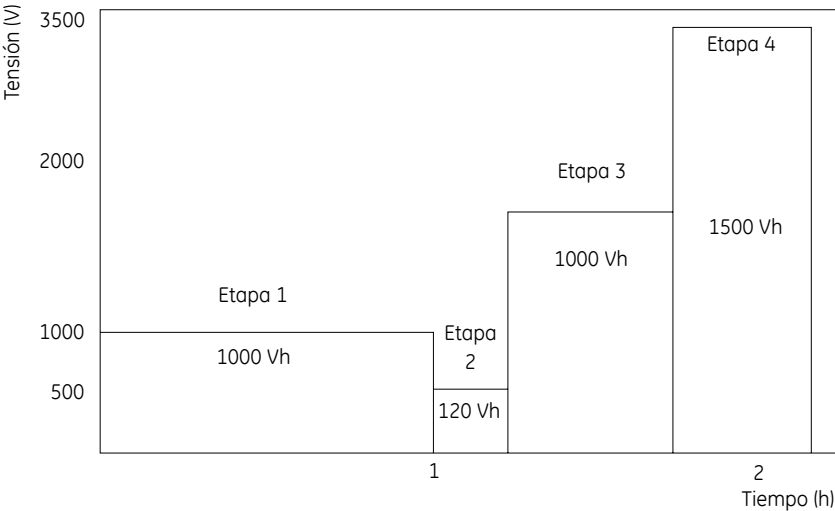
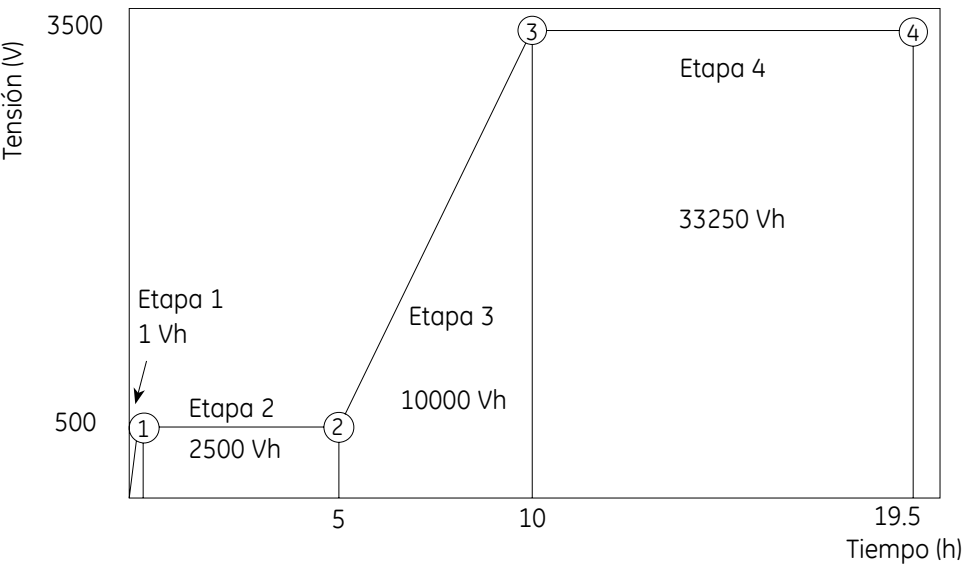

Fig 3. Programación del perfil limitador de tensión en modalidad STEP (paso). Los parámetros son los mismos que en la tabla 1.
Fig 4. Programación del perfil limitador de tensión en modalidad de gradiente. Los parámetros son los mismos que en la tabla 2.
1. Programación de un método. Ver las Fig 3, 4 y 5.
La tabla 1 y la Fig 4 ilustran un programa por pasos. La programación y ejecución de esta aplicación se ilustran en las Fig 3 y 7.
Para ilustrar la programación con gradiente de tensión, en la tabla 2 y la Fig 4 se muestra la programación de la parte IEF de una electroforesis bidimensional con Immobiline DryStrip.